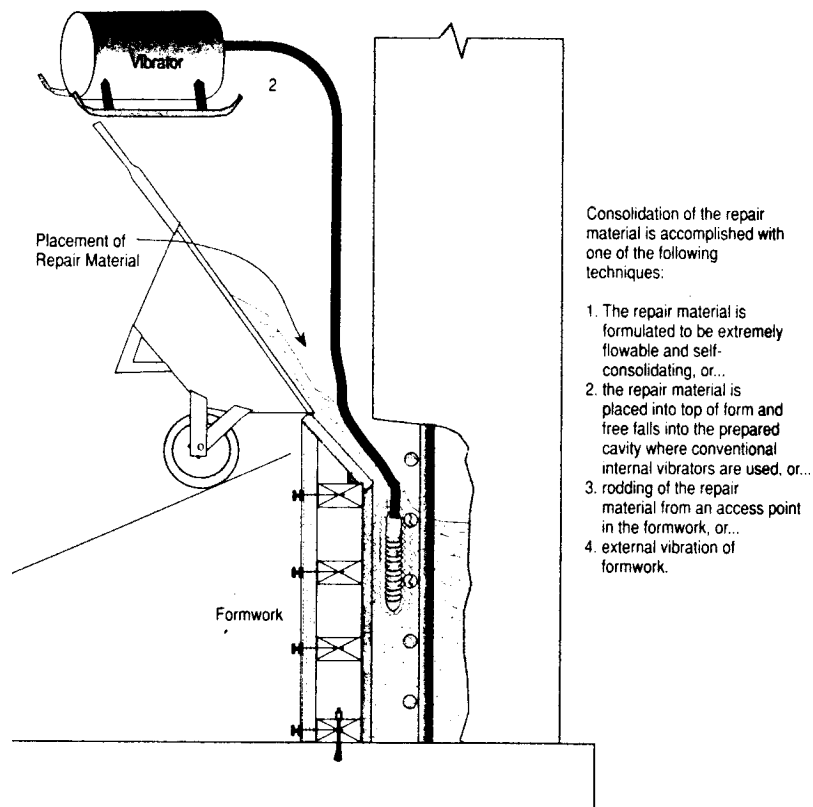

Fig 3.21 - Représentation schématique de la technique de réparation par mise en place de béton derrière une paroi coffrée.
- Il s'agit d'une **technique très courante** qui peut être utilisée pour de nombreux types de travaux de réparation (Fig 3.21).